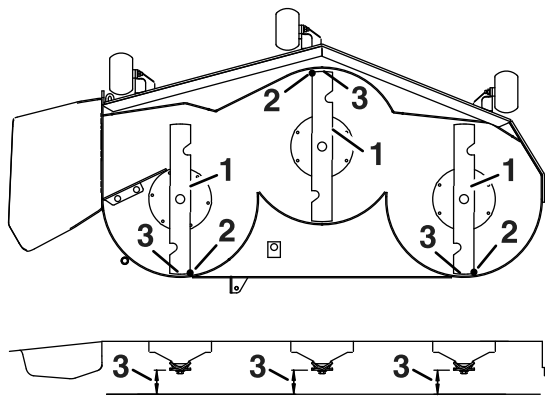

Bild 72
4. Drehen Sie die Messer vorsichtig, sodass sie in Längsrichtung zeigen (Bild 72).
5. Messen Sie zwischen der Messerspitze vorne und hinten und der ebenen Fläche (Bild 72).